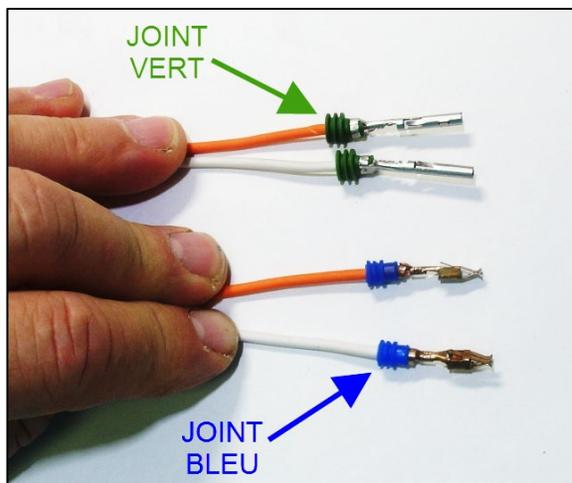

FIGURE 45
79. Installer les joints d'étanchéité sur les fils comme indiqué dans Figure 45.
80. Installer les cosses comme indiqué dans Figure 45, les serrer, puis les souder.